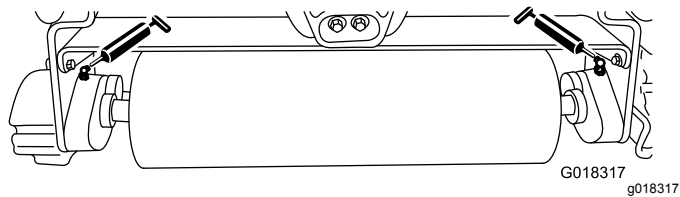

Figura 6
Lubrique los 2 engrasadores (Figura 6) de cada unidad de rodillo triple cada 15 horas de operación con grasa de litio N° 2. Para obtener los mejores resultados, utilice una pistola de engrasar manual.
2. Aplique grasa a los cojinetes del eje del rodillo triple hasta que note presión (Figura 6).